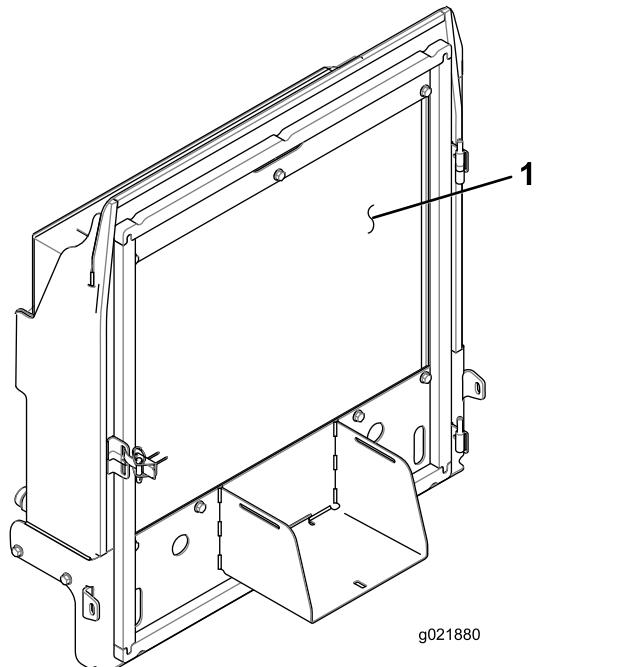

Рисунок 95
- 4. Тщательно очистите сжатым воздухом обе стороны радиатора/маслоохладителя (Рисунок 95).